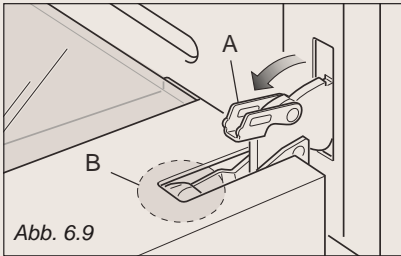
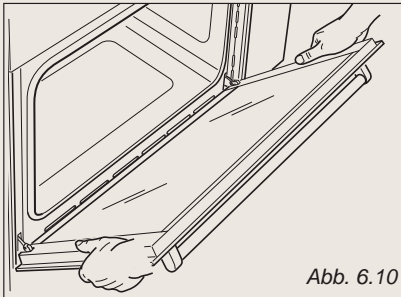

Abb. 6.9
Abb. 6.10
- * Den Hebel "A" des rechten und des linken Scharniers vollkommen öffnen (Abb. 6.9).
- * Die Tür langsam schließen (Abb. 6.10) bis die Hebel "A" des rechten und des linken Scharniers aus dem Teil "B" der Tür austrasten (Abb. 6.9).